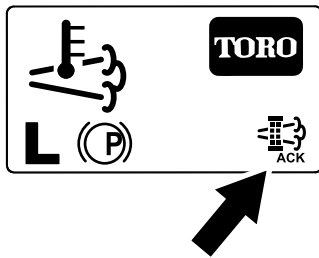

Figura 85
- El InfoCenter muestra la página de inicio y el icono de reconocimiento de regeneración (Figura 85) aparece en la esquina inferior derecha de la pantalla mientras se procesa la regeneración.